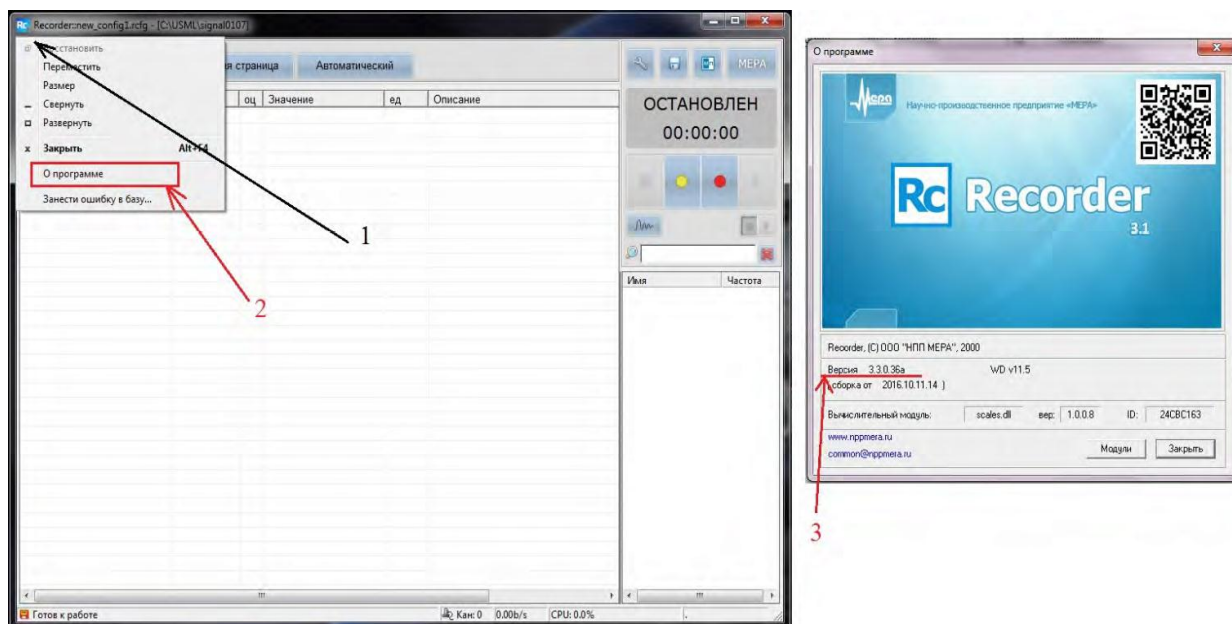

Рисунок 15 - Проверка версии установленного ПО «Recorder»
- в верхнем левом углу рабочего окна нажать левой кнопкой манипулятора «мышь» по пиктограмме программы (см. поз.1, рисунок 15);
- в открывшемся меню выбрать строку «О программе» (см. поз. 2, рисунок 15);
- в открывшемся окне сведений «О программе» просмотреть версию программного обеспечения (см. поз. 3, рисунок 15).